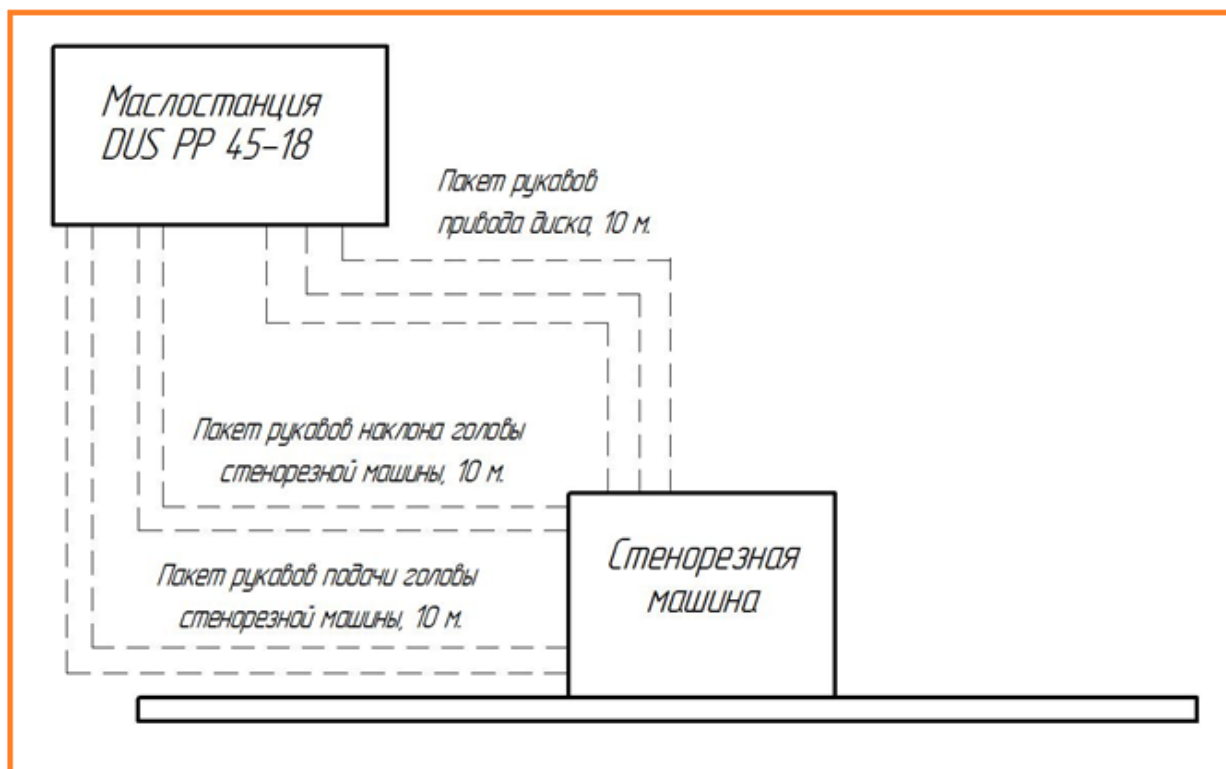

Рис. 13. Подключение маслостанции к гидравлической дисковой стенорезной машине
В зависимости от применяемого оборудования подключение рукавов высокого давления осуществляется по схемам на рис.13 и 14.
1. Подключите маслостанцию к стенорезной машине и проверьте систему на функционирование в соответствии с разделом 4 и рис.13 настоящей инструкции.